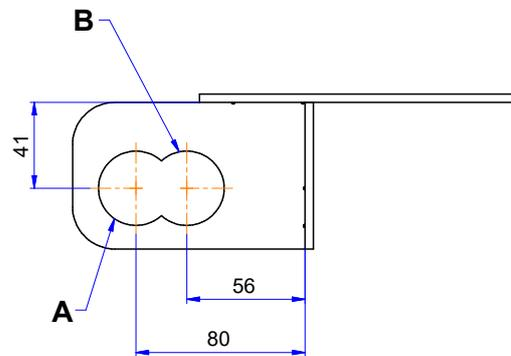

Figura 26. Opciones de montaje, accesorio de montaje
6. Montar los brazos primeros en los ojetes del accesorio. Utilizar la posición A si el puente está equipado con protector, de lo contrario usar la posición B. Ver Figura 26. Usar los pernos de pivote comunes del puente de acero. En caso que no se pueda montar con un accesorio de montaje, medir la distancia correspondiente entre el brazo primero y la plataforma, ver Figura 26.